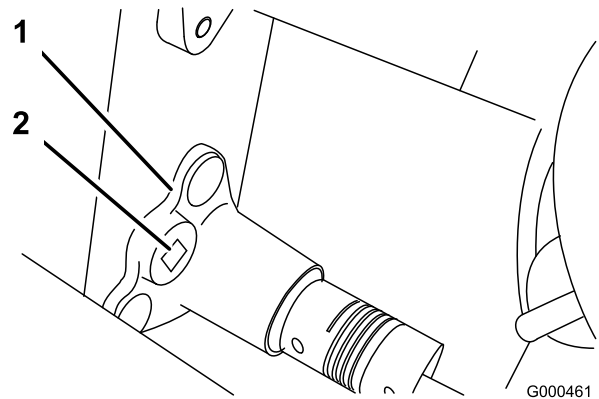

Figura 40
- B. Servindo-se de uma chave de aperto de 3/8 de polegada, rode a caixa de mancal com uma torção de 4-4,5 Nm para ajustar a tensão da correia (Figura 40).